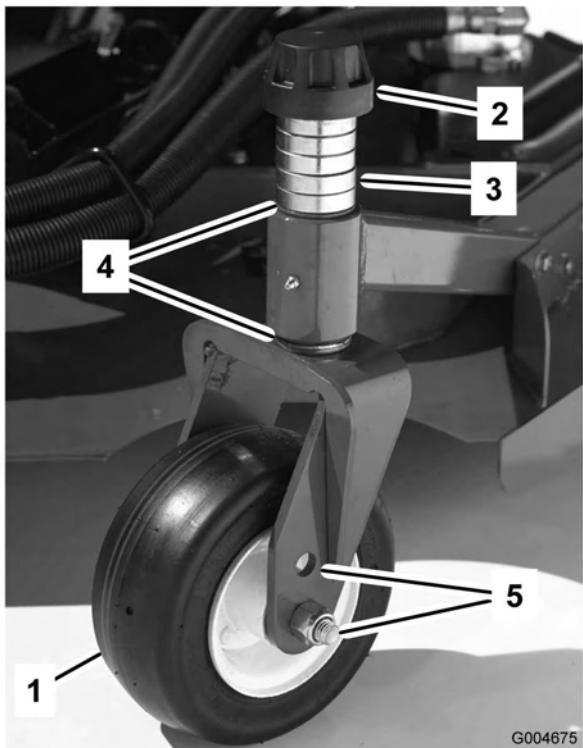
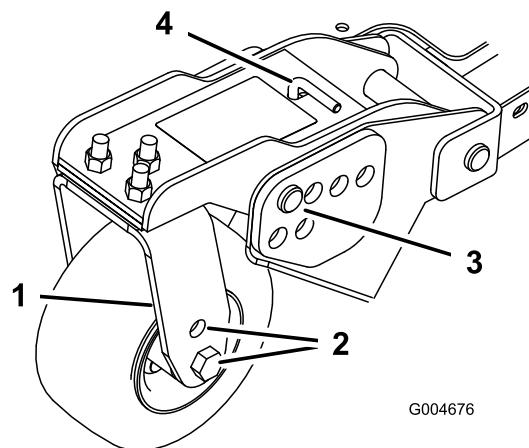
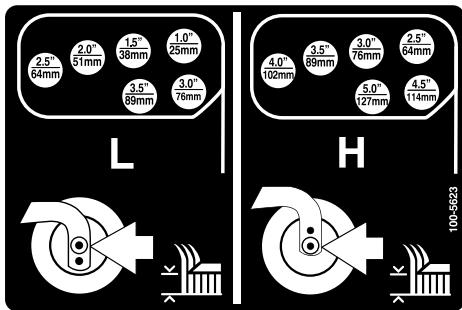

Figure 18
Figure 20
Figure 21
1. Placez les essieux des roues pivotantes dans les mêmes trous sur toutes les fourches (Figure 18 et Figure 20). Pour choisir les trous corrects pour la hauteur de coupe requise, reportez-vous au tableau suivant.
2. Enlevez le chapeau de tension de l'axe de pivot (Figure 18) et sortez l'axe du bras pivotant. Replacez les 2 cales (3 mm) sur l'axe de pivot comme à l'origine. Elles sont requises pour que les plateaux de coupe soient parfaitement de niveau sur toute la largeur. Placez le nombre requis d'entretoises de 13 mm sur l'axe de pivot pour obtenir la hauteur de coupe voulue, puis ajoutez la rondelle.
4. Enlevez la goupille fendue et les axes de chape des bras pivotant (Figure 20).
5. Tournez la tige de tension pour éléver ou abaisser le bras de pivot jusqu'à ce que les trous soient en face de ceux du support de hauteur de coupe sélectionnés dans le bâti du plateau de coupe (Figure 20 et Figure 21).